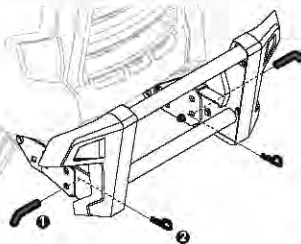

Figure 17
2. Insérez les goupilles de chaque côté du grillage de protection avant d'installer les deux goupilles fendues fournies dans le sachet de quincaillerie. Voir Figure 17.